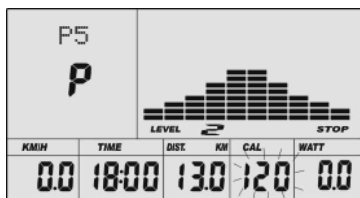

图 28
- E. 卡路里的读数闪烁，按 UP、DOWN 键（或旋转）设定希望运动消耗的能量，然后按 ENTER 键确定所设置的数值。（如图 28）